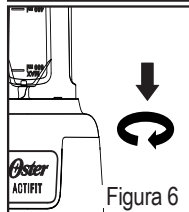
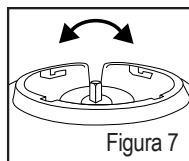

Figura 6
Figura 7
- a. Para utilizar la velocidad estándar, asegúrese de empujar el vaso hacia abajo y girar en el sentido de las agujas del reloj con la mano hasta que esté bien insertado en las 4 ranuras de la base tal y como se indica (Figura 6). Si no puede colocar el vaso firmemente dentro de la base asegúrese de que la unidad esté desenchufada, gire ligeramente el acople metálico (Figura 7), vuelva a enchufar la unidad en el tomacorriente y coloque nuevamente el vaso asegurándose de que entre completamente en la base. Una vez que haya alcanzado el resultado deseado, empuje el vaso hacia abajo y gire en sentido contrario a las agujas del reloj y remuévelo de la base (Figura 8).